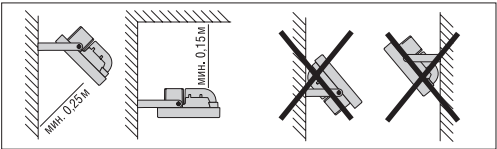

Рис.2
- 2. При установке соблюдайте правила, указанные на Рис. 2.